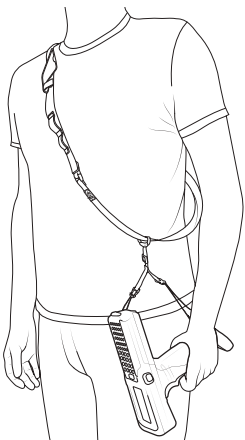

FIG. 7
2. Attach the barcode scanner by attaching the small loop ends of the modular female buckles to the open male buckles on the barcode scanner sash lanyard, completing your tethering system. The barcode scanner gun will rest against the hip opposite from the shoulder the scanner sash is worn on. [fig. 7]
2. Para completar el sistema de sujeción, enganche el escáner de códigos de barras uniendo los pequeños conectores de lazo de las hebillas modulares hembra a las hebillas macho abiertas de la cinta con cordón de seguridad para escáner de códigos de barras. La pistola del escáner de códigos de barras debe descansar en la cadera opuesta al hombro en el que tiene puesta la cinta para escáner. [fig. 7]
2. Pour terminer la fixation, attachez le lecteur de code-barres en clipsant chacun de ses fermoirs femelles côté lecteur dans le fermoir mâle côté bandoulière. Le pistolet lecteur de codes-barres reposera contre la hanche opposée à l'épaule sur laquelle est passée la bandoulière. [fig. 7]